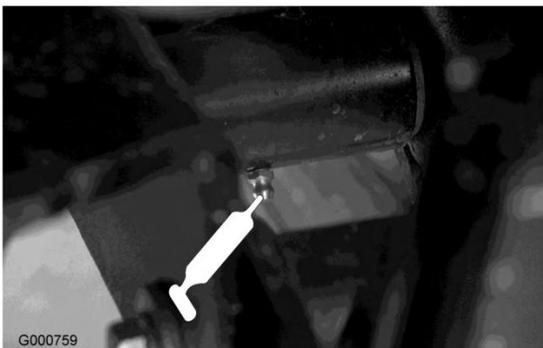

Bild 46
- Vordere Hubzylinder (3) (Bild 45 und Bild 46)